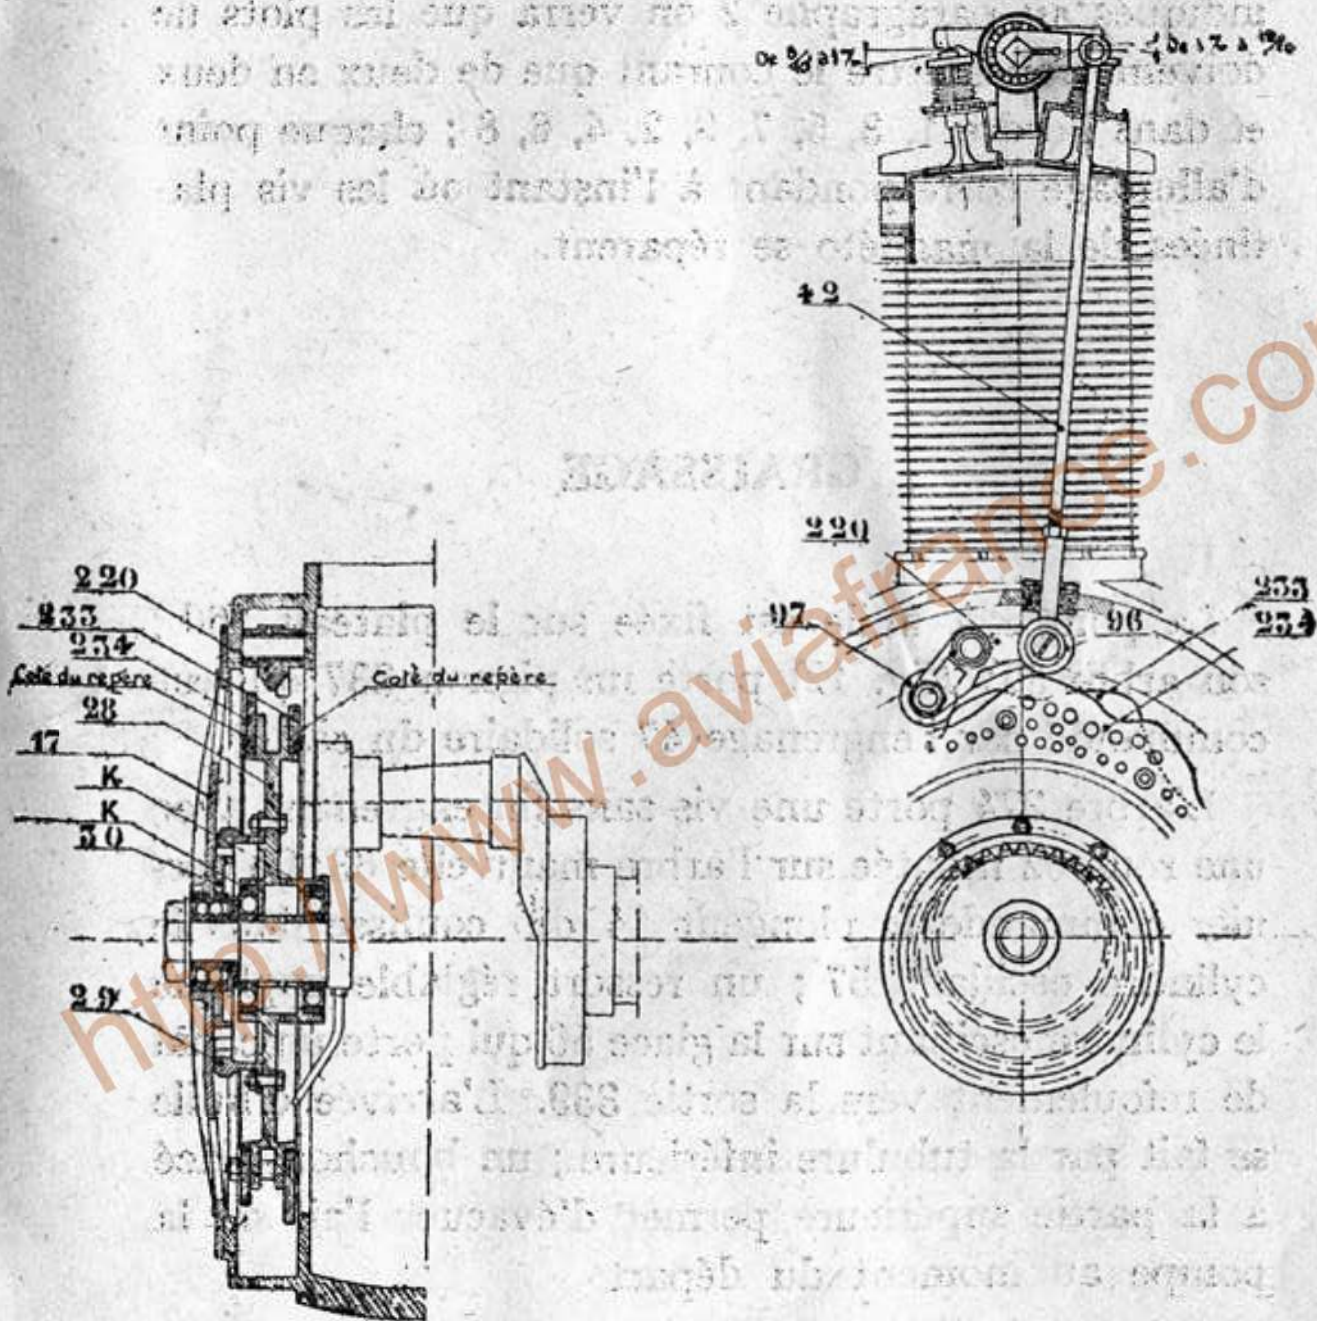

Fig. 11
§ VIII. — Deux cames, l'une d'admission (233) (fig. 11), l'autre d'échappement (234) commandent neuf basculeurs de carter (220) reliés aux tringles 42.